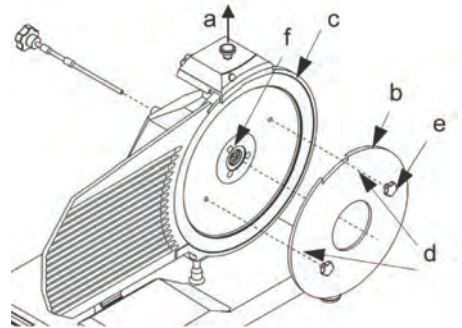

FIG. nr. 5 – Het masker plaatsen om het mes te verwijderen
Om het mes op het tegenoverliggende oppervlak te reinigen, is het noodzakelijk het mes te verwijderen (zie FIG. nr. 5).
- demonteer de deksel van het mes (zie FIG. nr. 5);